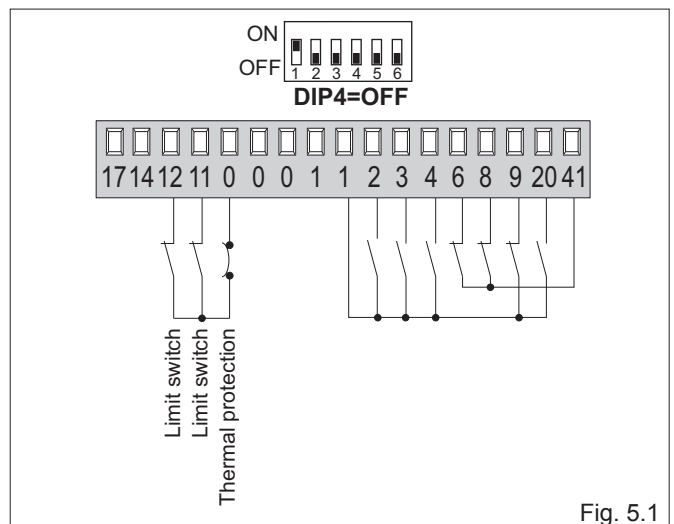

Fig. 5.1
- (Fig. 5.1) die N.C.-Kontakte der Endschalter zum Öffnen und Schließen an die Steckklemmen 0-11-12 anschließen;